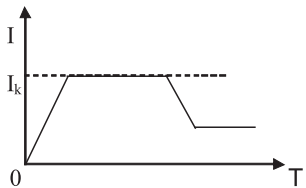

图 3.2 电流时间曲线图
**F06 起动限制电流** 可设定范围：(50-500)%Ie或者(1-6000)A。（当F08设为0、2时，该处设定值显示电流值，而不是百分比）。该值用于设定软起动器带电动机起动时的最大限制电流，即当软起动器输出电压增大时，其输出电流将保持在该设定值以内，直至电动机完全起动，电流时间曲线如图3.2。其中Ik为F06设定值。